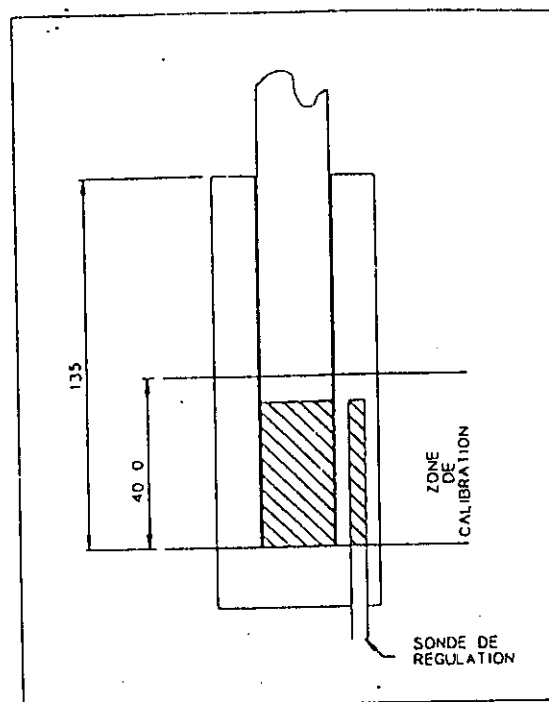
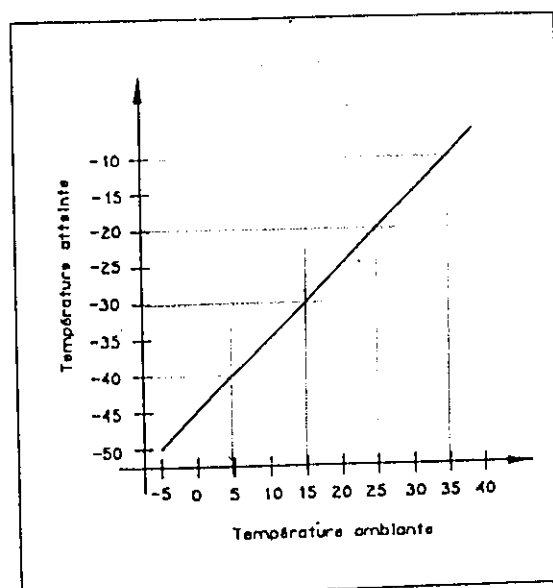
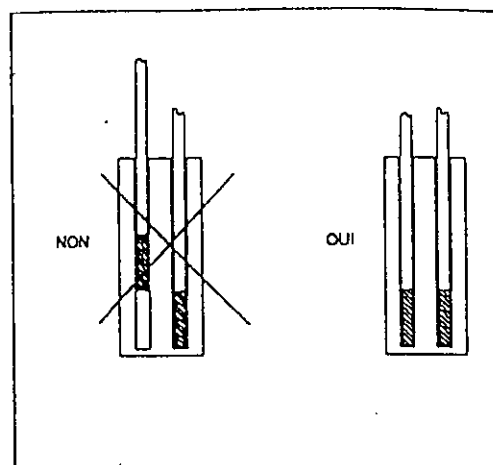
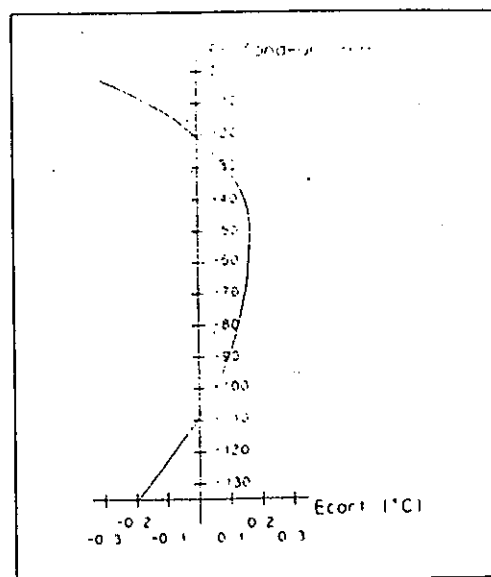

Fig. 2 - Zone de Calibration
Fig. 3 - Relation entre refroidissement et T° ambiante
Fig. 4 - Position correcte des sonde
Fig. 5 - Variation de l'uniformité verticale
- Positionner correctement la sonde en mettant en correspondance les deux éléments sensibles : celui de la sonde à contrôler et celui de la sonde interne de référence située dans le bloc suivant fig. 2.
- Actionner l'interrupteur principal (2) et attendre la fin de la procédure d'auto-test
- Si nécessaire appuyer sur la touche de fonction (F) successivement pour accéder au réglage de la consigne (SP).
- Valider cette nouvelle valeur par la touche (E).
- En refroidissement, la température atteinte est fonction de la température ambiante suivant la fig. 3.
- Positionner correctement les deux sondes en mettant en correspondance les deux éléments sensibles (fig. 4). Les erreurs dues à la variation de l'uniformité verticale sont indiquées sur la fig. 5.
- Actionner l'interrupteur principal (2) et attendre la fin de la procédure d'autotest et sur la touche (E).
- Appuyer sur la touche (F) pour régler la valeur de consigne comme indiquée précédemment, et modifier cette valeur à l'aide des touches (Δ) montée ou (∇) descente puis valider avec la touche (E).
- En refroidissement, la température atteinte est fonction de la température ambiante suivant la fig.3